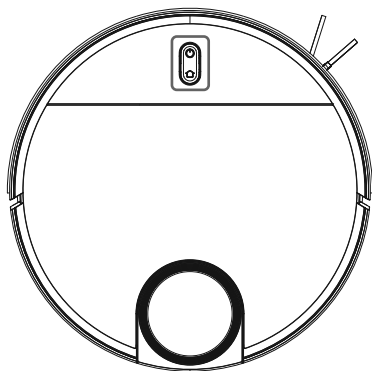

Fig. 7
- Mantenga pulsada la tecla Power  y la tecla Home  simultáneamente durante unos segundos para cambiar el robot aspirador al modo de acoplamiento (fig. 7).